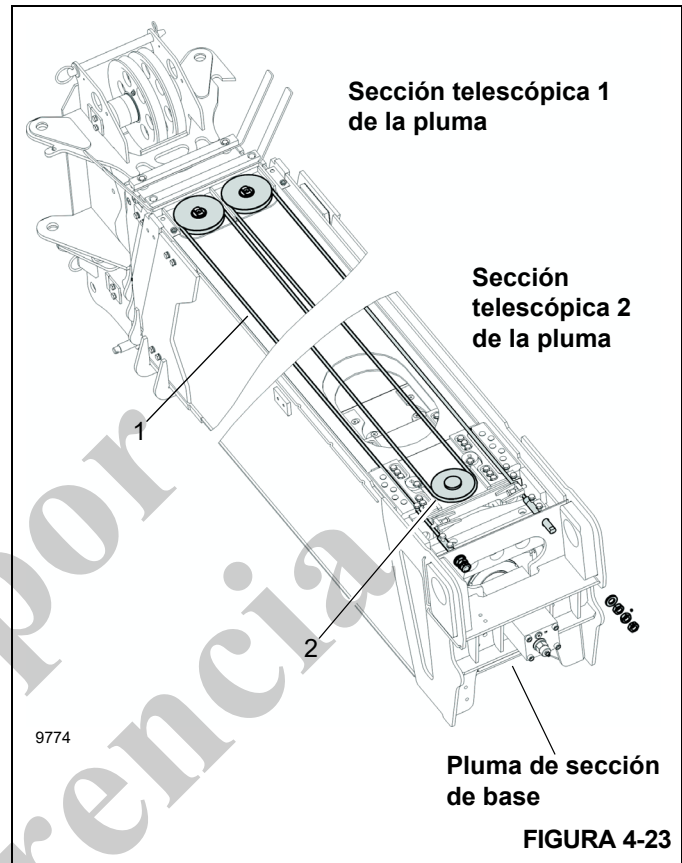

FIGURA 4-23
29. Estire el cable sincronizador de 3/8 pulg de diámetro (1, Figura 4-23), y después traiga hacia atrás los extremos roscados para formar un bucle y determine el punto central del largo de cable. Deslice este bucle central desde la parte de adelante hacia atrás por la ranura de anclaje del cable en la base y la parte superior de la sección telescópica 2 de la pluma. Deslice la polea retenedora (2) en esta ranura desde la parte de atrás hacia adelante de manera que la parte elevada de la polea se deslice en la ranura de la placa de anclaje del cable. Tire de este bucle de cable hacia adelante para trabar el cable sincronizador (1) en la sección telescópica 2 de la pluma. Coloque el conjunto de la caja de poleas (42, Figura 4-12) en la parte delantera superior de la sección telescópica 2 de la pluma con su barra superior hacia arriba y hacia adelante. Pase los dos extremos roscados del cable hacia la parte trasera de la pluma para formar dos bucles, izquierdo y derecho, en la parte delantera de la pluma. Deslice los bucles izquierdo y derecho en los lados izquierdo y derecho de la caja de poleas.
30. Instale los cojinetes (44) en las poleas (45), aplique grasa para chasis con una brocha, instale los pasadores de extremo plano (43) en las poleas con las graseras hacia la parte trasera de la pluma y deslice los pasadores (con las poleas) en las ranuras delante del conjunto de caja de poleas. Ponga los extremos roscados del cable hacia la base de la pluma y forme un bucle sobre la base de la pluma.
1 de la pluma, mientras guía los cables de extensión 2/3/4 hasta el conjunto de anclaje. Instale los espaciadores (19), tuercas (21), tuercas hexagonales (20) y los tornillos de fijación (49) en los extremos roscados de los cables de extensión 2/3/4. Fije el conjunto de anclaje de cable (18) en su lugar con pernos (17) pasados por las placas laterales traseras superiores de la sección telescópica 1 de la pluma. Apriete las tuercas (21), tuercas hexagonales (20) y los tornillos de ajuste (49) según "Retención de cable" en la página 4-34. Asegúrese de que los cables sincronizadores (1, Figura 4-23) estén enhebrados sobre la parte superior del anclaje del cable de extensión 2/3/4 (18, Figura 4-12).